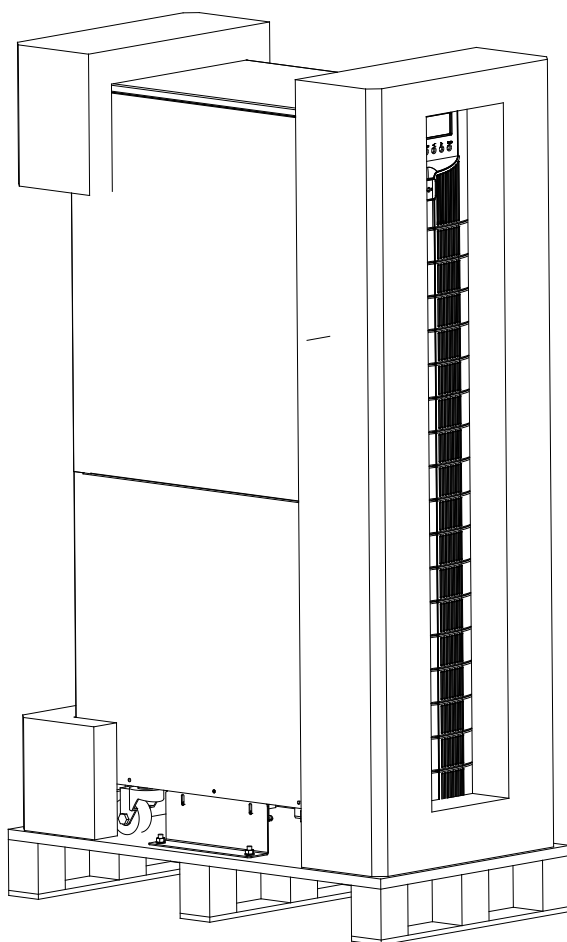

Рис.3-6 Разбор упаковки
2. Распакуйте ИБП (см рис.3-6).